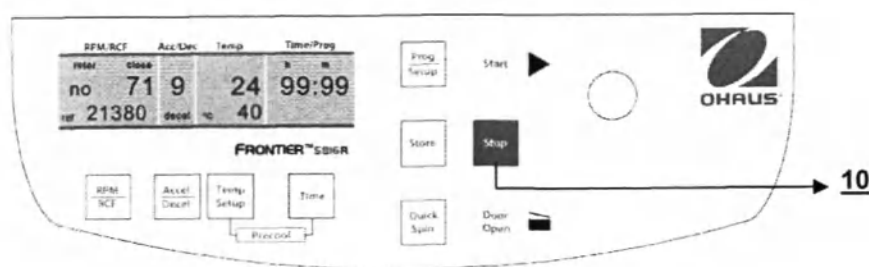

Рис. 27
Нажатием кнопки **«Stop»** (10) (см. рис. 27) можно остановить процесс центрифугирования в любое время. После нажатия данной кнопки центрифуга начинает замедляться с соответствующей предварительно заданной интенсивностью вплоть до полной остановки.